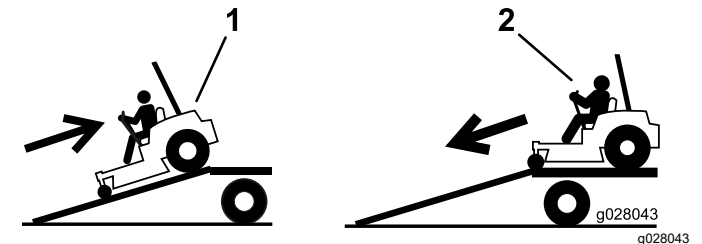

Bild 43
2. Fahren Sie die Maschine vorwärts von der Rampe herunter (Bild 43).